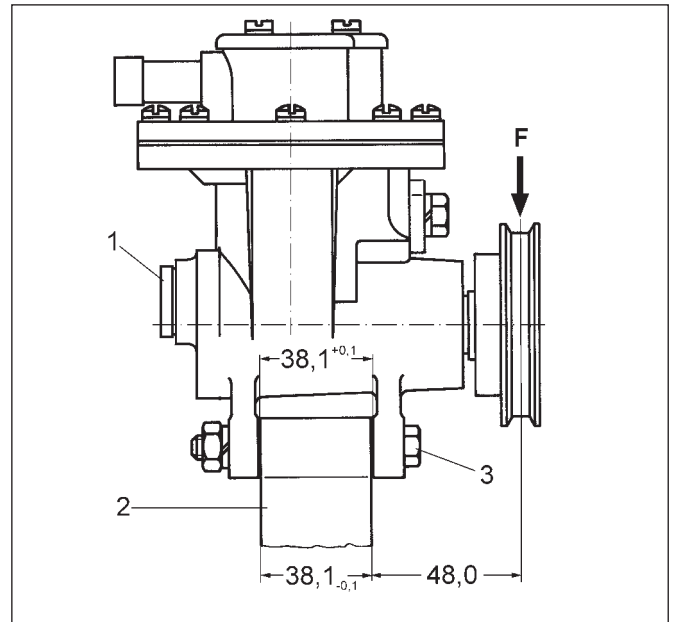

Abb. 3
- Sie besitzen einen eigenen Ölhaushalt und sind mit 40 cm³ HD-SAE 15 W-40 befüllt. Ölstandskontrolle alle 30000 km wie folgt überprüfen: Einfüllschraube (1), Abb. 3 vorsichtig herausdrehen und prüfen, ob bei zulässiger Einbaulage der Pumpe Öl gerade aus der Öffnung austritt, ggf. nachfüllen. Einfüllschraube mit 25 Nm wieder festziehen.
Für andere Anwendungsfälle, Abb. 3 und 4
Die in Abb. 3 und 4 vorgegebene Einbaulage muss eingehalten werden, um eine einwandfreie Schmierung der Antriebsteile zu gewährleisten. Bei Schwenkarmbefestigung ist das Sockelmaß des Spannboces genau einzuhalten.
Zu Abb. 3 u. 4 Maße in mm